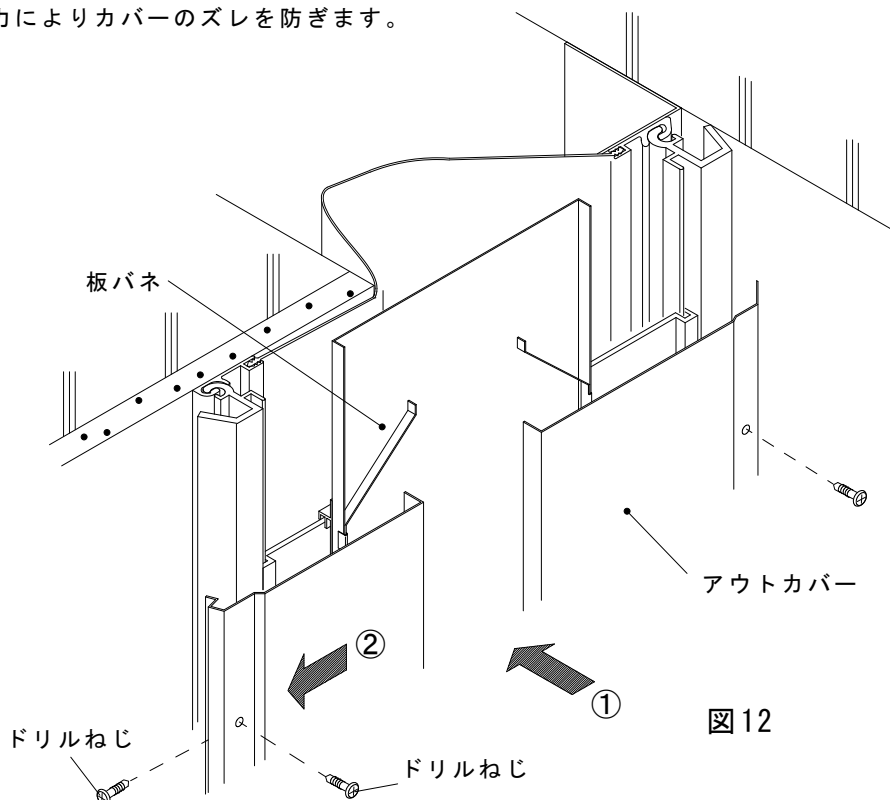

図12
アウトカバーを図12に示すように取付ます。カバーには取付穴が工場加工されていますので、その穴を基準にして各々ねじで固定します。
注）アウトカバーは、図12に示すように①方向からはめ次に②方向へ引っ張るように取付ます。板バネの力によりカバーのズレを防ぎます。